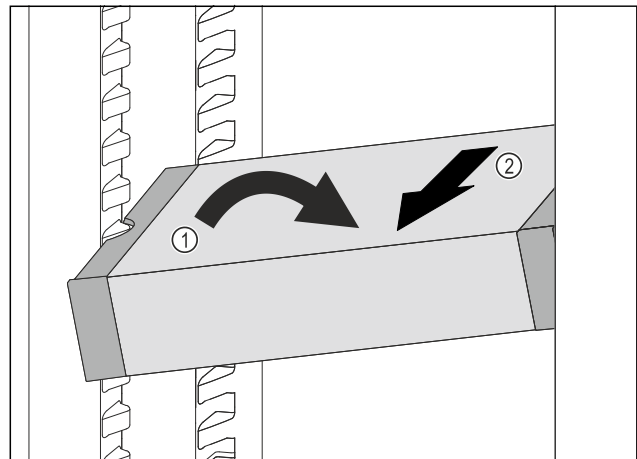

Fig. 128
- ▶ VarioSafe im Kühlteil schräg stellen. Fig. 128 (1)
- ▶ VarioSafe nach vorne entnehmen. Fig. 128 (2)